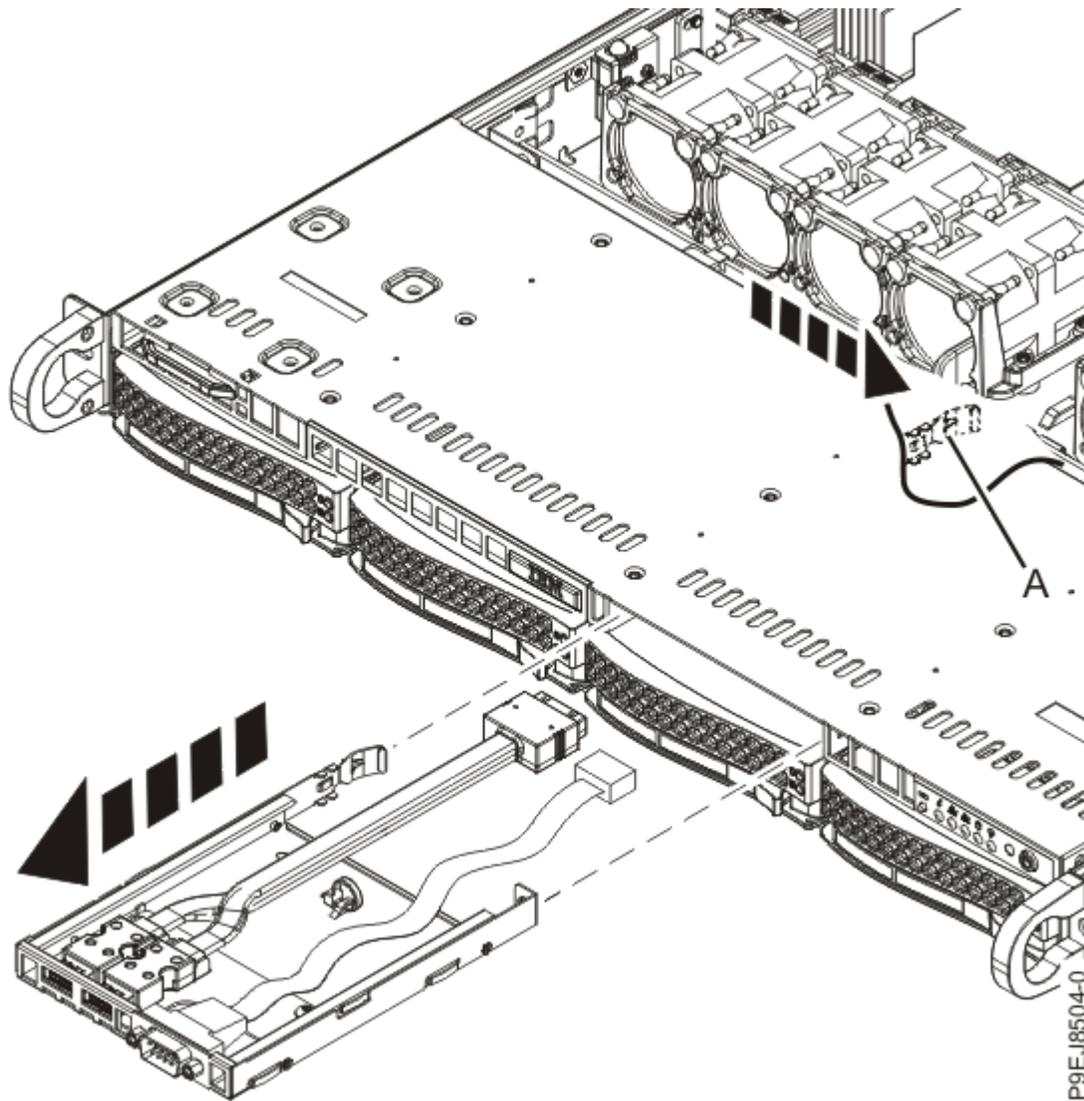

Figure 63. Retrait du câble et connecteur USB
3. Retirez le câble et connecteur USB comme indiqué dans la Figure 63, à la page 73.